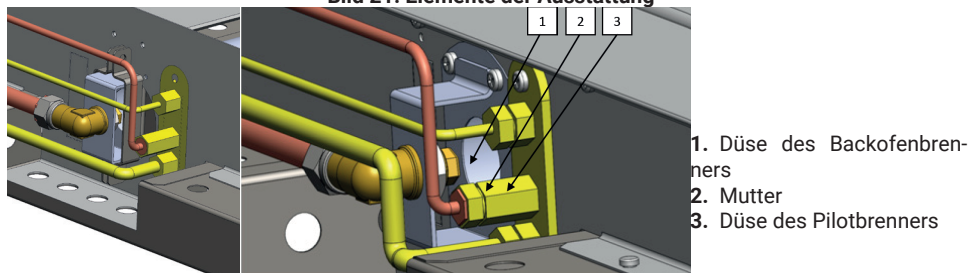

Bild 22. Gasinstallation des Backofens
- Austausch der Düse 1 (Bild 22) im Gasbrenner
- Austausch der Düse 4 (Bild 24) im Pilotbrenner (vorher sollte die Mutter 3 - Bild.22 abgeschraubt